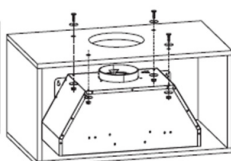

Fig 10.
2. Conformément à la figure 10, utilisez 8 vis M4*35, 8 rondelles et 4 écrous de vis pour fixer la cavité à la partie supérieure du meuble. Assurez-vous que la partie inférieure de la cavité est solidement fixée à la partie inférieure du meuble.